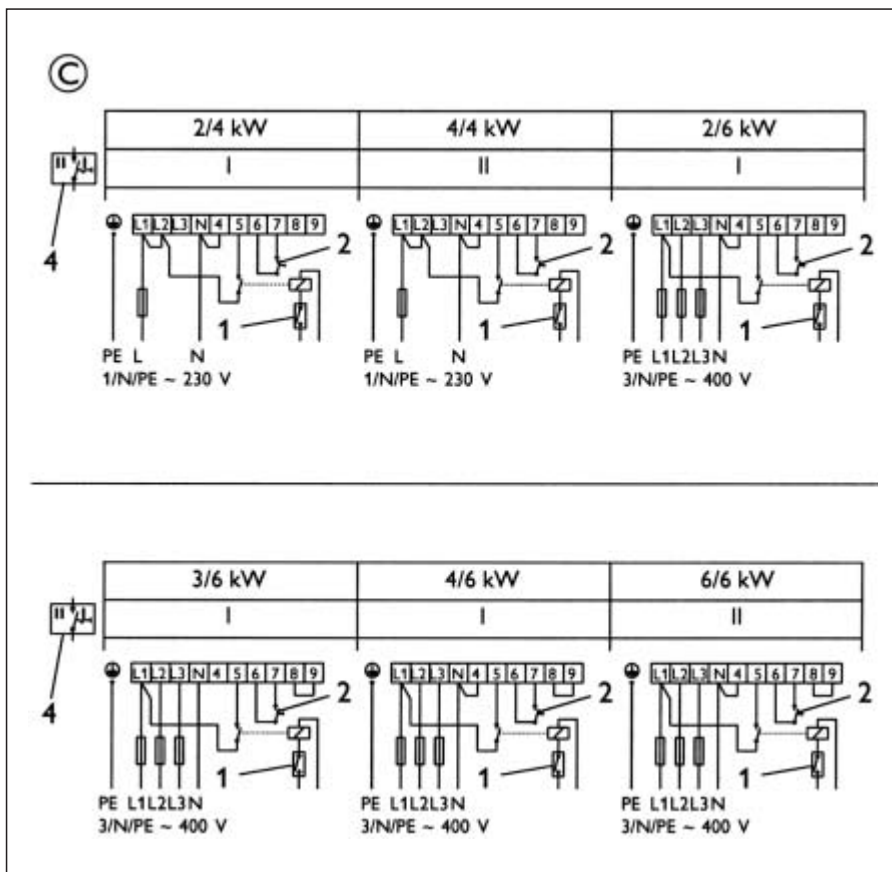

Fig. 9
### Facturación con contador simple (fig. 9)
- Posicionar el termostato del elemento calefactor eléctrico (fig. 2, pos. 2) en I, E ó III según el esquema eléctrico C (fig. 9). Conectar la corriente y presionar el pulsador (fig. 2, pos. 3). Ahora el termo-acumulador se calienta con la corriente de tarifa general.